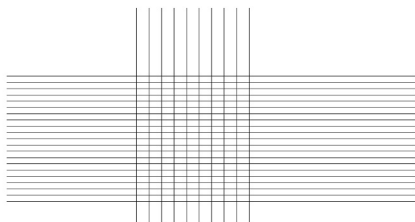

图 4.102 阵列生成水平构造线
(4) 用**【阵列】**命令生成其他水平构造线，参数设为 21 行、1 列、行偏移距离 165mm，结果如图 4.102 所示。